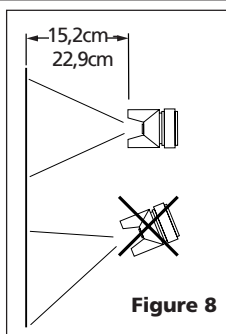

Figure 8
- Commencer à pulvériser. Toujours garder le pistolet à angles droit par rapport à l'objet de travail (Voir Figure 8).